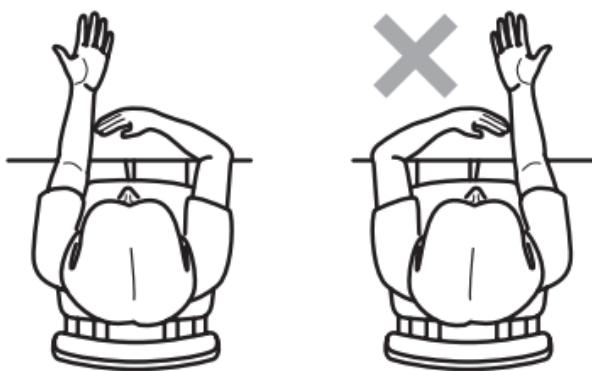

Abb. 3
8.4.3. Nehmen Sie eine bequeme Haltung auf dem Stuhl, dem Sessel oder dem Sofa ein. Entspannen Sie sich, nehmen Sie Ihre Uhr oder Ihren Armschmuck vom linken Handgelenk, krempeln Sie, falls nötig den Ärmel hoch (Abb. 3).